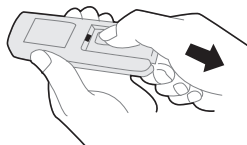

Рис.2
- Закройте крышку батарейного отсека, как показано на Рис.2.